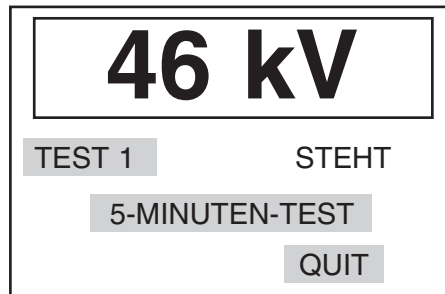
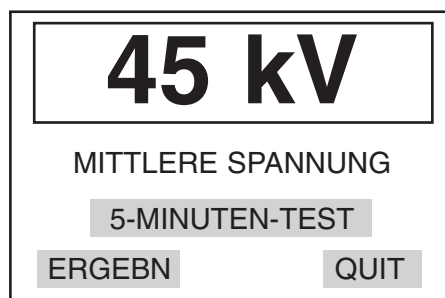
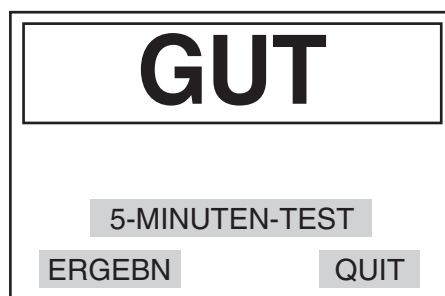

Abbildung 8 Bildschirm: Zwischenstehzeit
Abbildung 9 Bildschirm: Mittlere Durchschlagsspannung
Abbildung 10 Bildschirm: 'PASS'-Bildschirm
4. Nach Beendigung des Rührvorgangs tritt das Prüfgerät in die Zwischenstehzeitphase ein, bei der die Ölprobe 30 Sekunden lang in Ruhe stehen gelassen wird. Auf dem Display erscheint wiederum die noch verbleibende Stehzeit im Wechsel mit den Worten 'STEHT'; die Durchschlagsspannung erscheint auch weiterhin auf dem Display. Der Bildschirm ist der Darstellung in Abbildung 8 ähnlich.
5. Nach Beendigung von Schritt (4) beginnt die Prüfspannung wieder wie im oben beschriebenen Schritt (2) anzusteigen, diesmal für 'TEST 2', und der Prüfzyklus wiederholt sich.
6. Die Schritte (3), (4) und (5) werden wiederholt, so daß die Prüfspannung ein drittes Mal wieder angelegt wird. Nach Abschalten der Prüfspannung beim dritten Test erscheint auf dem Display die aus den drei Tests in der Prüfreihe ermittelte durchschnittliche Durchschlagsspannung. Der Bildschirm ist der Darstellung in Abbildung 9 bzw. Abbildung 10, wenn die Option 'PASS/FAIL' ('OK/NICHT OK') gewählt wurde, ähnlich.
4. Nach Beendigung des Rührvorgangs tritt das Prüfgerät in die Zwischenstehtzeitphase ein, bei der die Ölprobe 1 Minute lang in Ruhe stehen gelassen wird. Auf dem Display erscheint wiederum die noch verbleibende Stehtzeit im Wechsel mit den Worten 'STEHT'; die Durchschlagspannung erscheint auch weiterhin auf dem Display. Der Bildschirm ist der Darstellung in Abbildung 8 ähnlich.
5. Dann beginnt die Prüfspannung wieder wie im oben beschriebenen Schritt (2) anzusteigen, diesmal für 'TEST 2', und der Prüfzyklus wiederholt sich.
6. Bei diesen technischen Spezifikationen müssen 6 aufeinanderfolgende Tests durchlaufen werden. Nach Abschalten der Prüfspannung beim letzten Test erscheint auf dem Display die aus den 6 Tests in der Prüfreihe ermittelte durchschnittliche Durchschlagspannung. Der Bildschirm ist der Darstellung in Abbildung 9 bzw. Abbildung 10, wenn die Option 'PASS/FAIL' ('OK/NICHT OK') gewählt wurde, ähnlich. Die Prüfung nach BS 148 umfaßt auch den empfohlenen 'PASS'-Grenzwert und zeigt an, ob die Ölprobe den Test mit OK oder NICHT OK bestanden hat. Gleichzeitig wird auch die mittlere Durchschlagspannung angezeigt.
3. Bei Auftreten eines Durchschlags (oder Erreichen der Höchstspannung) wird die Prüfspannung abgeschaltet; die 'kV' Warnanzeige erlischt, und das Prüfgerät tritt in die Zwischenstezeitphase ein, bei der die Ölprobe 1 Minute lang in Ruhe stehen gelassen wird. Eine Rührzeit gibt es nicht. Der Bildschirm ist der Darstellung in Abbildung 8 ähnlich.
4. Nach Beendigung der Zwischenstezeit beginnt die Prüfspannung wieder wie im oben beschriebenen Schritt (2) anzusteigen, diesmal für 'TEST 2', und der Prüfzyklus wiederholt sich.
5. Bei dieser technischen Spezifikation müssen 5 aufeinanderfolgende Tests durchlaufen werden. Nach Abschalen der Prüfspannung beim letzten Test erscheint auf dem Display die aus den 5 Tests in der Prüfreihe ermittelte durchschnittliche Durchschlagspannung. Der Bildschirm ist der Darstellung in Abbildung 9 bzw. Abbildung 10, wenn die Option 'PASS/FAIL' ('OK/NICHT OK') gewählt wurde, ähnlich.
3. Bei Auftreten eines Durchschlags (oder Erreichen der Höchstspannung) wird die Prüfspannung abgeschaltet; die 'kV' Warnanzeige erlischt, und das Prüfgerät tritt in die Zwischenstehzeitphase ein, bei der die Ölprobe 1 Minute lang in Ruhe stehen gelassen wird. Der Bildschirm ist der Darstellung in Abbildung 8 ähnlich.
4. Dann beginnt die Prüfspannung wieder wie im oben beschriebenen Schritt (2) anzusteigen, diesmal für 'TEST 2', und der Prüfzyklus wiederholt sich.
5. Bei dieser technischen Spezifikation müssen 5 aufeinanderfolgende Tests durchlaufen werden. Nach Abschalten der Prüfspannung beim letzten Test erscheint auf dem Display die aus den 5 Tests in der Prüfreihe ermittelte durchschnittliche Durchschlagsspannung. Der Bildschirm ist der Darstellung in Abbildung 9 bzw. Abbildung 10, wenn die Option 'PASS/FAIL' ('OK/NICHT OK') gewählt wurde, ähnlich.